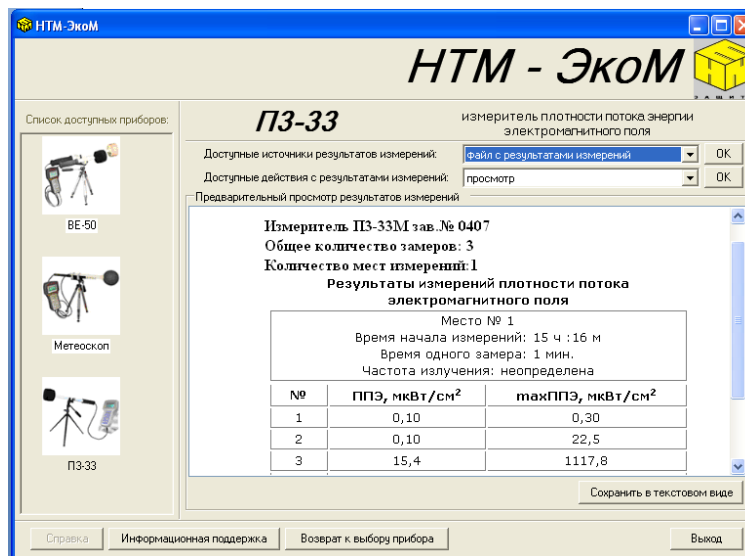

Рисунок 7
7.3. Если выбирается заархивированный файл (см. Рис.7), запасенные данные организуются в виде таблицы на рабочем поле окна. Приводится информация о типе и заводском номере Измерителя, количестве обследованных мест и суммарном числе замеров. Далее следует таблица результатов, полученных на каждом месте измерения и величина энергетической экспозиции за время измерений на этом месте. Перечень доступных действий включает в себя: